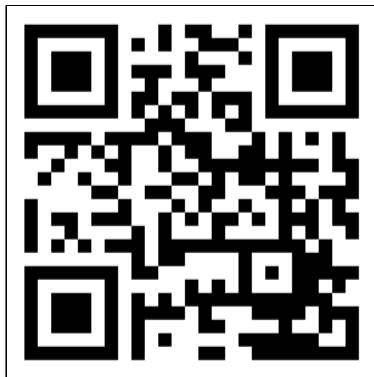

Abbildung 48.
1. Öffnen Sie das Eurom Smart App-Handbuch mit dem QR-Code (Abbildung 48) oder gehen Sie zu www.eurom.nl/nl/manuals.